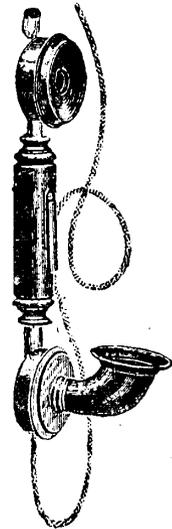

Fig 78
**IL MICROTELEFONO** (fig. 78) è una combinazione puramente meccanica di un *Microfono* e di un *Ricevitore* circolare, che, per comodità di chi usa l'apparecchio, sono disposti alle estremità di un manico di ebanite, lungo 25 centimetri.